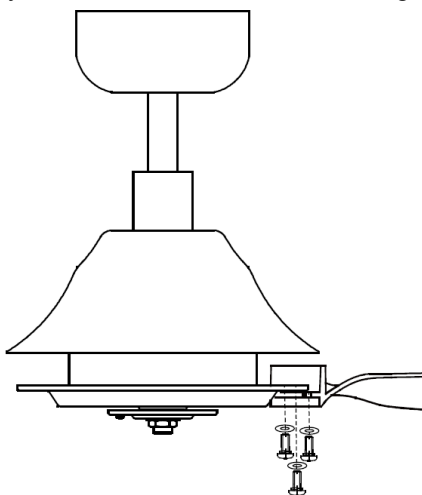

Fig. 8
- Insérez les vis de pale à travers le kit de pale et la pale puis fixer la pale au moteur en serrant les 3 vis. Fig.8